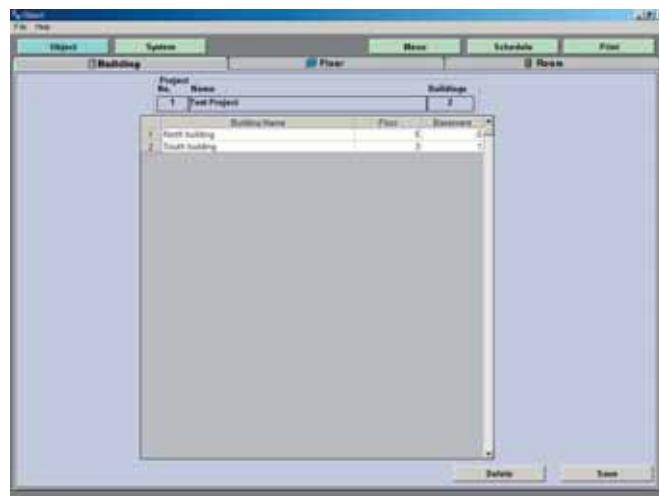

Рис. 4.1.11
После выбора проекта из перечня и нажатия на кнопку "Параметры" (Settings) (11) откроется окно информации по объекту (рис. 4.1.11).